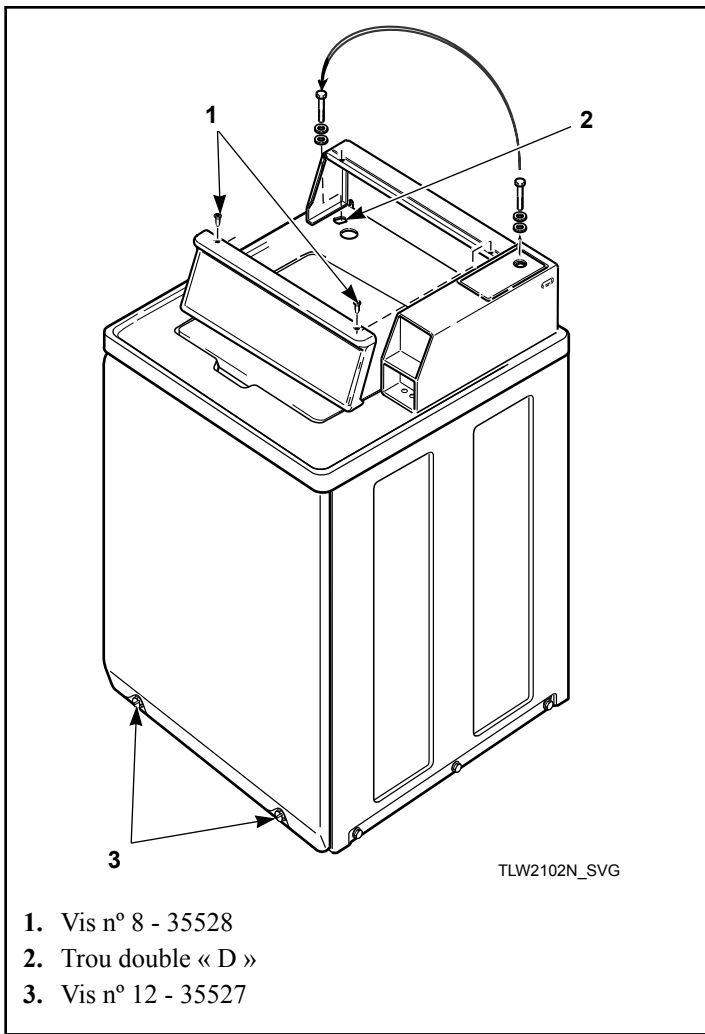

Figure 19
1. Retirer la vis cruciforme de la porte de service (se reporter à la *Figure 19*).